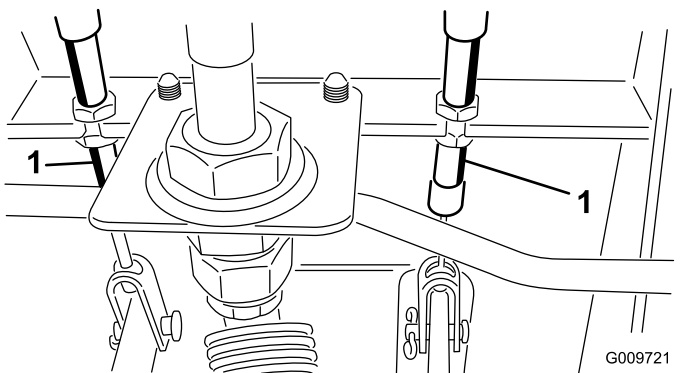

Figure 53
- A. Desserrez l'écrou avant sur l'extrémité fileté du câble de frein (Figure 53).